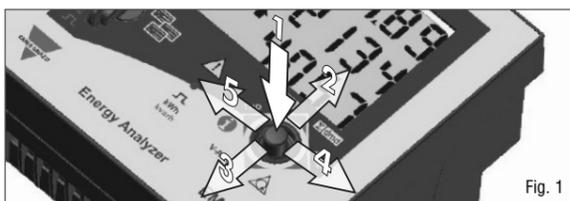

Fig. 1
#### ■ JOYSTICK FUNCTIONS fig. 1
#### ■ FUNZIONI DEL JOYSTICK fig. 1
#### ■ FUNCIONES DEL JOYSTICK fig. 1
**17 End:** pour revenir au mode mesure, appuyer sur le joystick en direction 1 (voir figure 1) ou en direction 4-5 pour rester dans le menu de programmation.